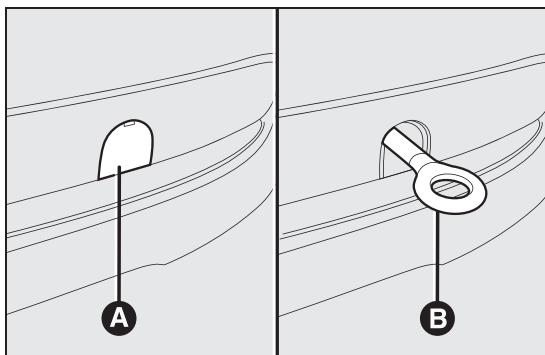

fig. 130
- ☐ neem het sleepoog B fig. 130 uit de gereedschaphouder;